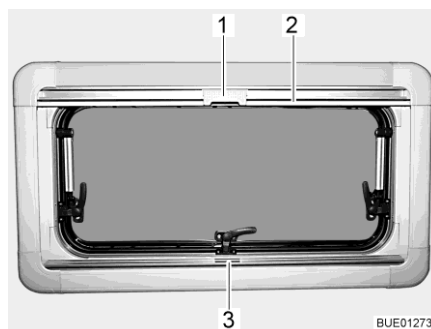
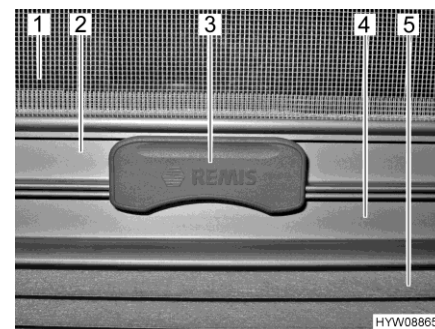

Fig. 17 Fenêtre projetante
Fig. 18 Cran
Le dispositif occultant plissé (Fig. 18,5) se trouve dans le caisson du bas.
- Saisir le dispositif occultant plissé par le centre de la barre-poignée (Fig. 17,3 et Fig. 18,4), le tirer du bas vers le haut et le relâcher à la hauteur voulue. Le dispositif occultant plissé reste alors à cette hauteur.
La moustiquaire (Fig. 18,1) se trouve dans le caisson du haut.
- Tirer la moustiquaire par la barre-poignée (Fig. 17,2 et Fig. 18,2) vers le bas jusqu'à ce qu'elle entre en contact avec celle du dispositif occultant plissé (Fig. 18,4).
- Verrouiller le cran (Fig. 17,1 et Fig. 18,3) de la moustiquaire avec la barre-poignée du dispositif occultant plissé. Quand le cran est verrouillé, le dispositif occultant plissé et la moustiquaire peuvent être réglés en même temps.
- Presser le cran (Fig. 18,3) en haut de la moustiquaire.
- Ramener lentement la moustiquaire en arrière au moyen de la barre-poignée (Fig. 17,2).